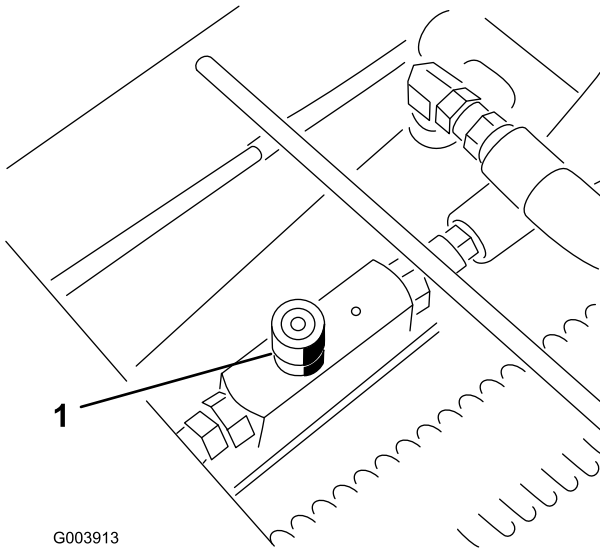

Bild 74
1. Ermitteln Sie das Ventil hinter der Zugangsplatte über der Bedienerplattform (Bild 74).